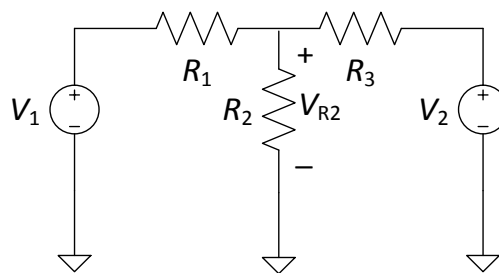

Figura 1. Circuit per comprovar el teorema de la superposició.
- P1. És comprovarà el teorema de la superposició amb el circuit de la Figura 1. A tal fi